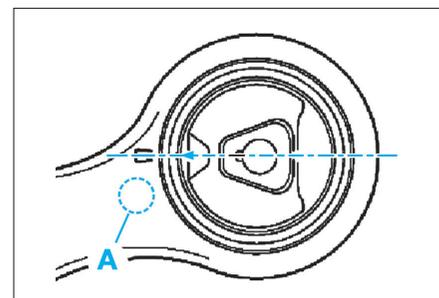

Fig. 29
- Repérer le bras de traction à l'aide d'une pointe à tracer en zone (A) (Fig.29).